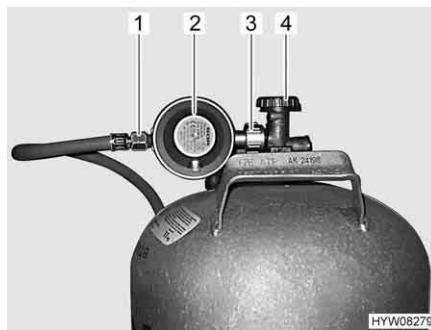

Fig. 63 Raccordo bombola del gas
- Chiudere la valvola principale di arresto (Fig. 63,4) della bombola del gas. Osservare la direzione della freccia.
- Tenere fermo il regolatore di pressione del gas (Fig. 63,2) e aprire il dado zigrinato (Fig. 63,3) (nella filettatura sinistra).
- Rimuovere il regolatore di pressione del gas con il tubo del gas (Fig. 63,1).
- Collocare il regolatore di pressione del gas (Fig. 63,2) con il tubo del gas (Fig. 63,1) sulla bombola del gas e serrare il dado zigrinato (Fig. 63,3) (generalmente filettatura sinistra). **Non** tirare con molta forza.